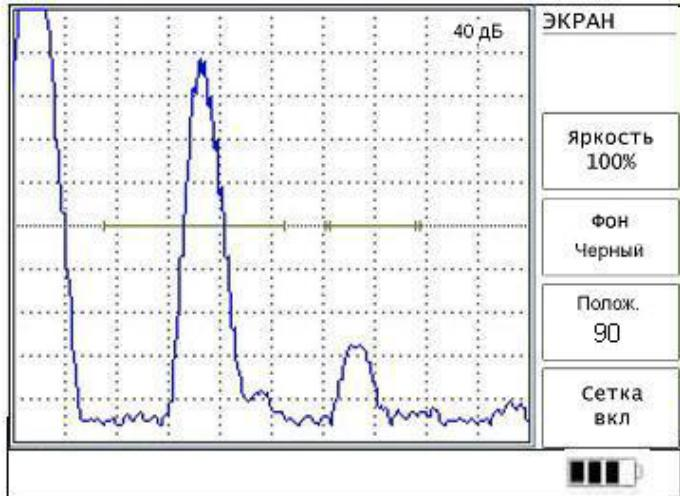

Рис. 5.14.
5.4.9. Меню «ЭКРАН» содержит следующие параметры (рис. 5.14).